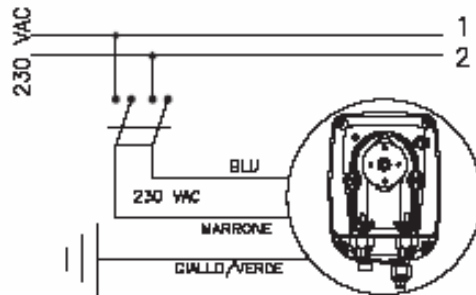

Fig. 4
1. Отсоедините насос от сети электропитания двухполюсным выключателем с минимальным расстоянием между контактами 3 мм (Рис. 4)
б. – Перед началом установки ознакомьтесь с правилами электрических подключений в вашем регионе. (Рис. 4)